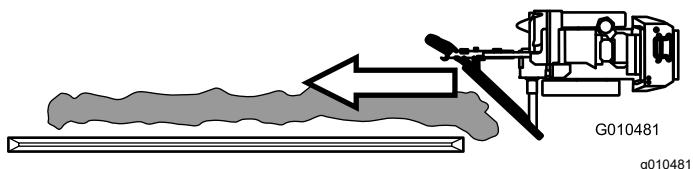

Figure 6
- Conduisez la trancheuse équipée de la lame jusqu'au bout de la tranchée. Orientez la lame juste derrière le tas de déblais, de sorte que le côté gauche de la lame empiète sur le côté droit de la tranchée (Figure 6).